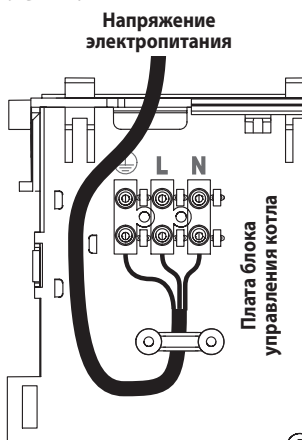

Рис. 5.19
- Подсоедините токопроводящий кабель к всеполюсному выключателю, соблюдая соответствие линии (коричневый провод) и нейтрали (голубой провод) (Рис. 5.19).